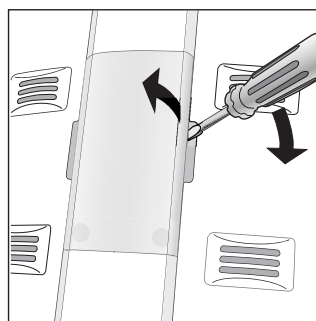

Fig. 8
- Remplacement de la lampe intérieure. Pour la remplacer, dévisser la lampe usagée et la remplacer par une nouvelle lampe de puissance non supérieure à 10 W en procédant comme illustré à la fig. 8.